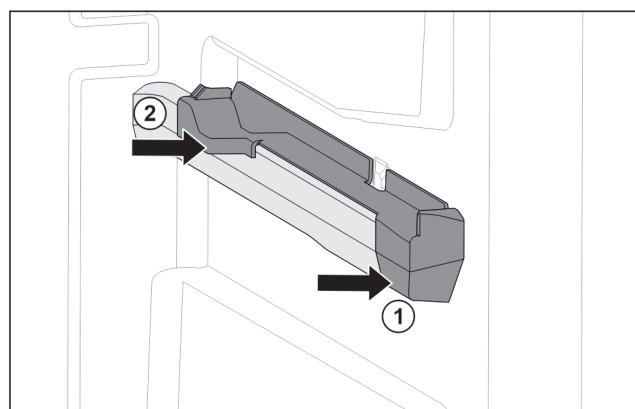

Fig. 49 Násuvný diel na pravom rebre nádoby
- Nasadte násuvný diel vpredú na rebro nádoby. Fig. 49 (1)
- Pritlačte násuvný diel vzadu. Fig. 49 (2)